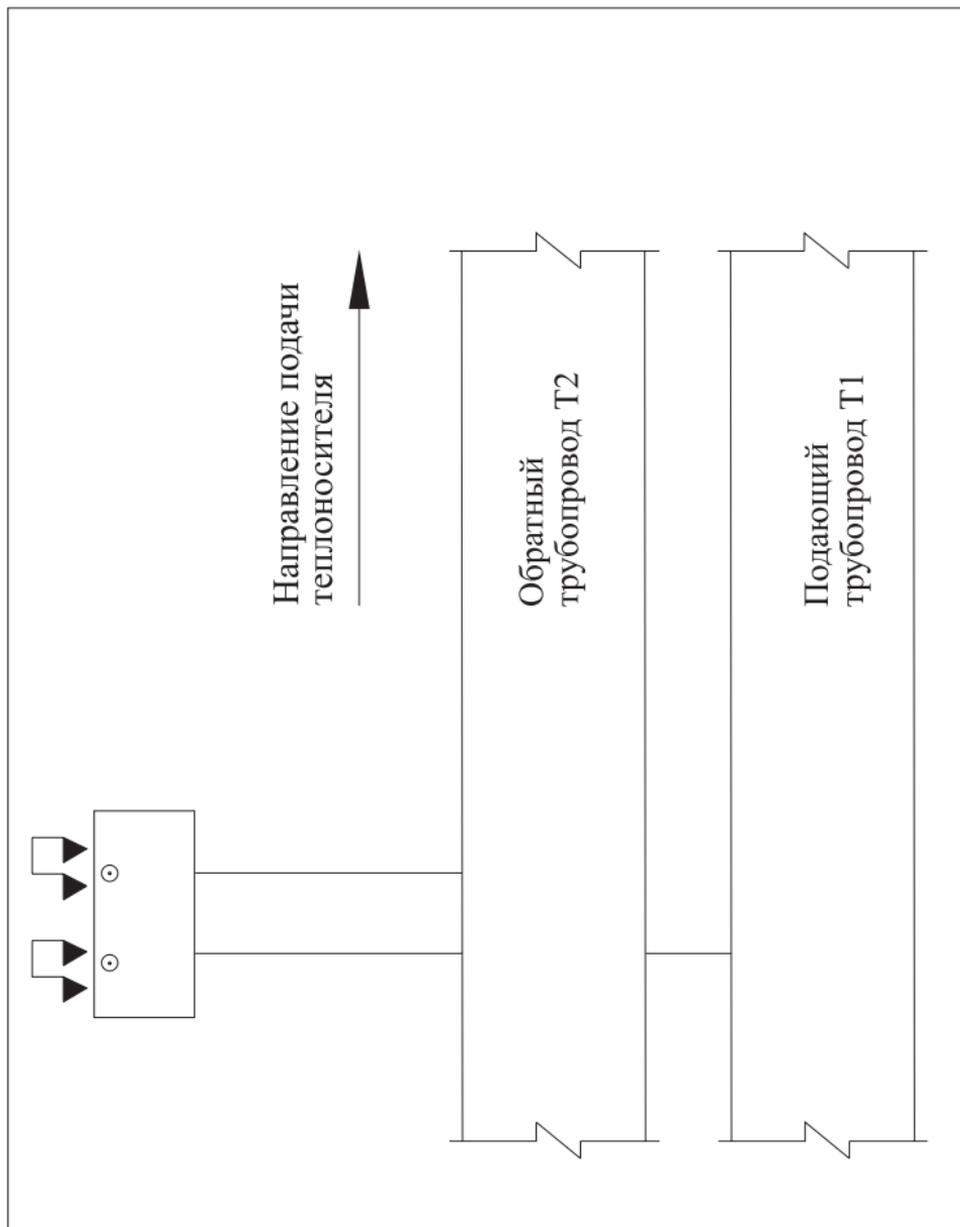
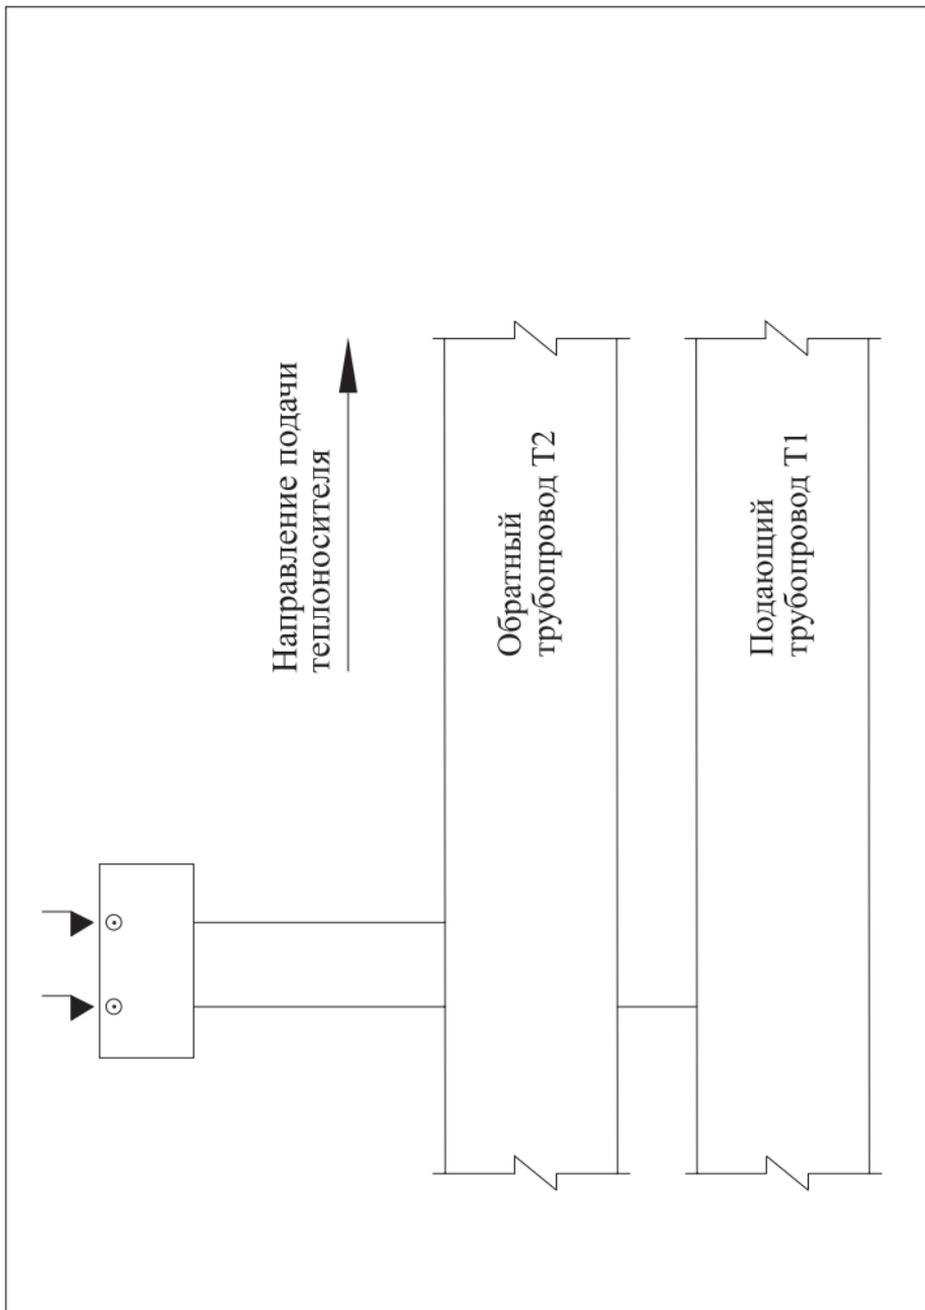

Рис. 2 «Соединение одной двухтрубной системы ОДК»
Рис. 3 «Разъединение/закольцовка одной двухтрубной системы ОДК»
- Рис. 2, 5.
- 2.2. Разъединение/закольцовка одной двухтрубной системы ОДК в промежуточной точке контроля – Рис. 3, 6.
на принципиальной схеме (Рис. 2)	на электрической схеме (Рис. 3, 4)